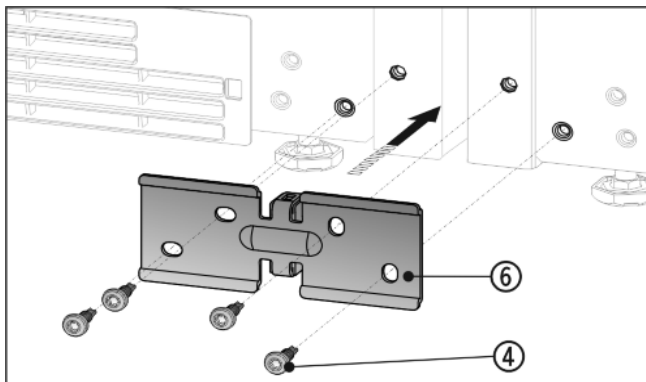

Fig. 8
- ▶ Wsunąć kątownik Fig. 8 (6) z elementem dystansowym między urządzenia i przykręcić luźno przy użyciu 4 śrub Fig. 8 (4).